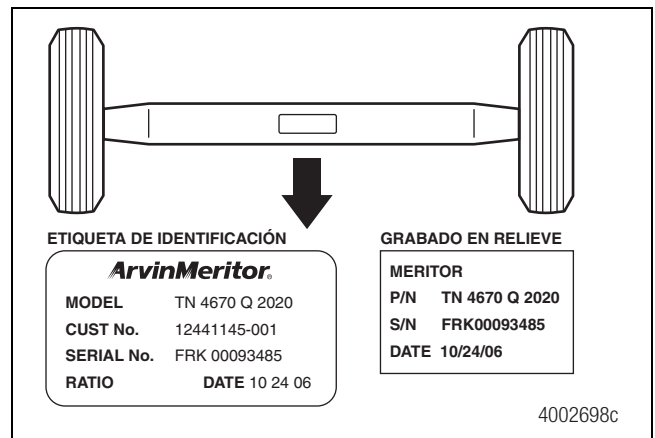

Figura 6.4
1. En los ejes con el agujero superior central de fábrica, la etiqueta de identificación se ubica hacia la parte trasera del eje. Figura 6.4.